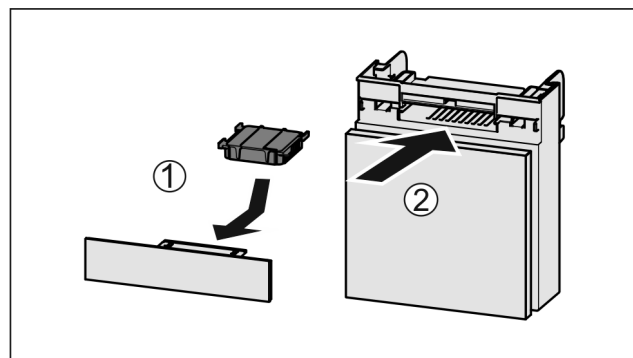

Fig. 114
- ▶ Anbring aktivkulfilteret som vis på billedet Fig. 114 (1).
- ▶ Skub rummet ind Fig. 114 (2).